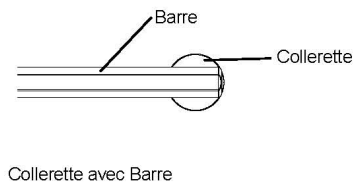

Figure 1B
- Retirer la collerette de la barre (voir Figure 1B).